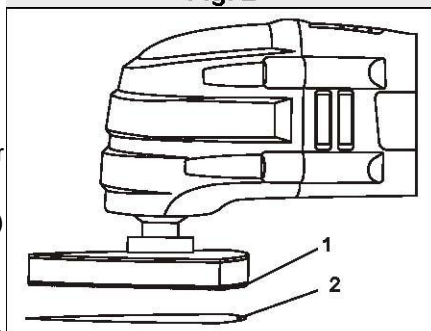

Fig. 3
1 Installez le tampon auto-agrippant (1) sur l'outil (Fig. 3).
- 2 Installez le papier abrasif sur le patin de ponçage, comme l'indiquent les figures 3, page 13.